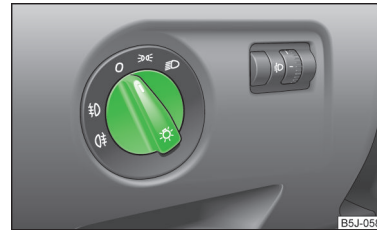

Abb. 23
Bei Fahrzeugen mit **Rechtslenkung** weicht die Anordnung der Schalter zum Teil von der in » Abb. 23 auf Seite 41 gezeigten Anordnung ab. Die Symbole, die die Schalterstellungen markieren, sind jedoch gleich.
- Den Lichtschalter » Abb. 23 in Stellung ☞ drehen.
- Den Lichtschalter » Abb. 23 in Stellung ☞D drehen.
- Den Lichtschalter » Abb. 23 in Stellung 0 drehen.
- Den Lichtschalter in Stellung 0 drehen » Abb. 23 auf Seite 41.